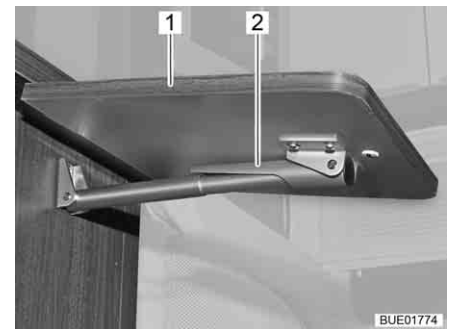

Fig. 75 Tavolo ribaltabile su bancone, sbloccato
- Sollevare leggermente il tavolo ribaltabile su bancone (Fig. 75,1). Con l'altra mano spingere verso l'alto il dispositivo di fissaggio (Fig. 75,2) sul supporto telescopico.